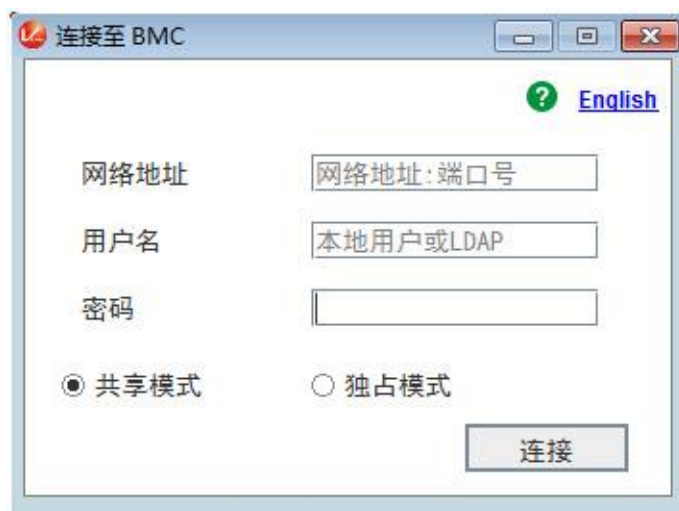

图 12-5 独立远程控制台登录界面
2. 双击“KVM.exe”打开独立远程控制台，如图 12-5 所示。